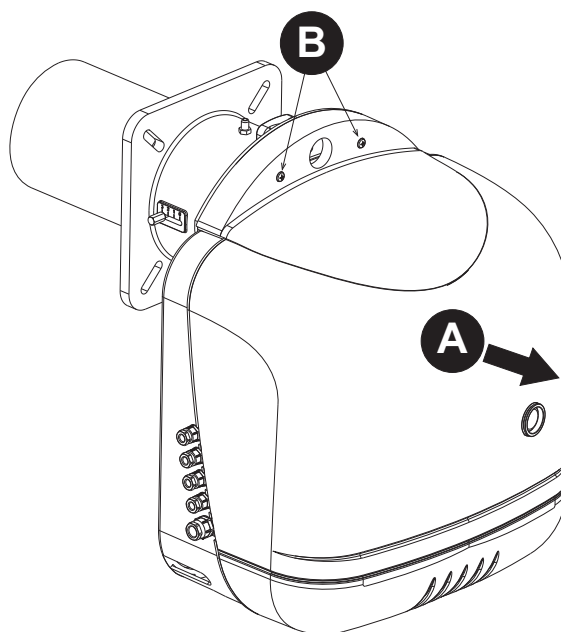

fig. 2b
- 1) Déposer la capot du brûleur "A" en dévissant les deux vis "B" (fig. 2b).